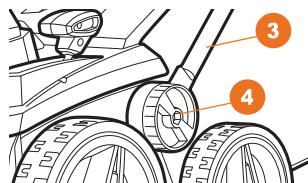

Рис. 3
- Закрепите нижнюю часть рукоятки 3 на корпус с помощью крепежных клипс, болтов и шайб 4 (рис. 3).